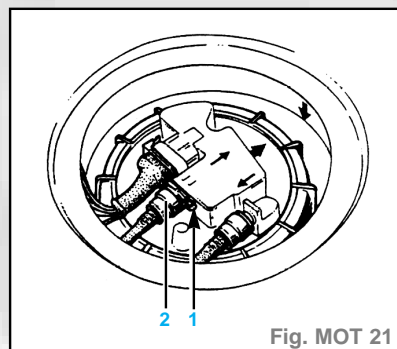

Fig. MOT 21
- Déposer l'agrafe (1) (fig. MOT. 21).
- Débrancher, en utilisant la pince MOT. 1265, la canalisation de retour à carburant (2) (repérée par un raccord rapide de couleur rouge) (fig. MOT. 21).
- Shunter les bornes (3) et (5) du relais de pompe à carburant (B). En une minute le débit de pompe doit être au minimum sous une tension de 12 volts (1)..... 0,83